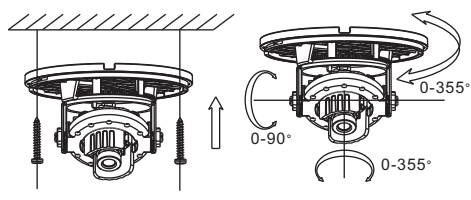

图3-2 安装上墙及三轴调节
- 4.按照如图3-2所示通过自攻螺钉将半球底座固定于墙面上。